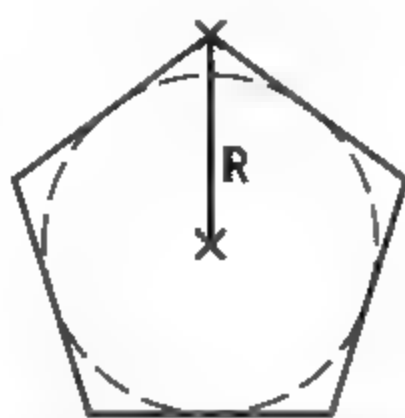

图3-147 外切于圆
- 外切于圆 (C)：表示以指定正多边形外切圆半径的方式来绘制正多边形，如图3-147所示。